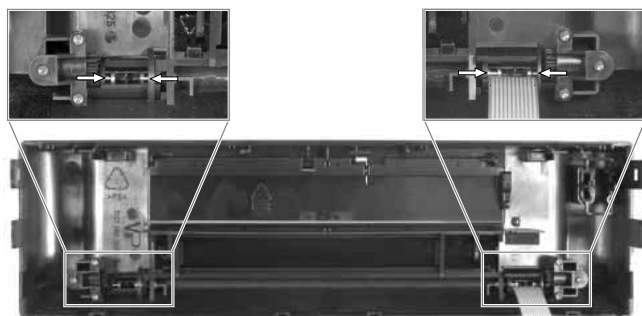

Fig. 5
- Pousser les 4 goujons de charnière dans le sens indiqué (Fig. 5).
- Push the 4 hinge pins in the direction of the arrows (Fig. 5).